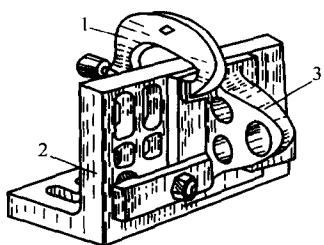

图 2-18 角铁
(3) 角铁 角铁（图 2-18）常与夹头、压板配合使用，以夹持工件进行划线。角铁一般用铸铁制成，它有两个相互垂直的工作平面，其上加工有若干搭压板时穿螺栓用的孔和槽。